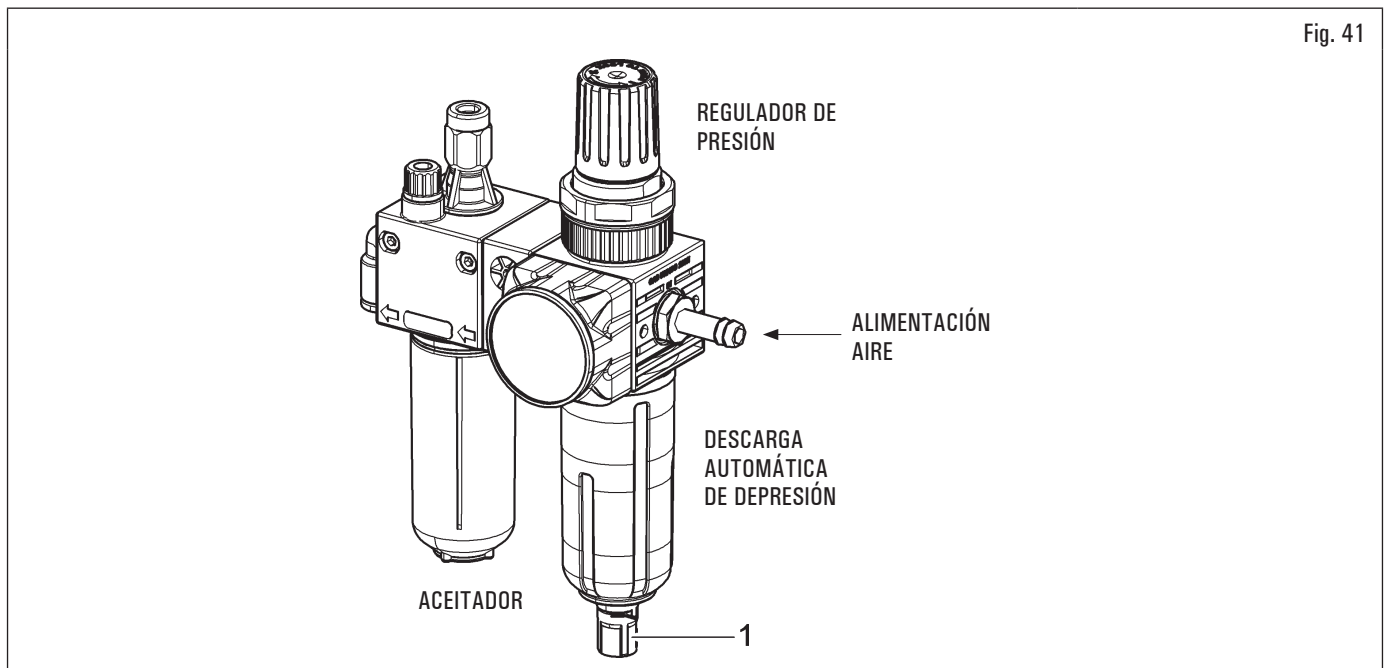

Fig. 41
- El conjunto de acondicionamiento está dotado de una descarga a depresión automática, por lo tanto no necesita de ninguna intervención manual por parte del operador (véase Fig. 41).
Para asegurar una buena funcionalidad y evitar la condensación en los conjuntos tratamiento aire con descarga semiautomática, es necesario comprobar que la válvula (Fig. 41 ref. 1), situada debajo del tapón, está en la posición correcta. Para activar una adecuada función de descarga, la tapa debe ser girada correctamente.